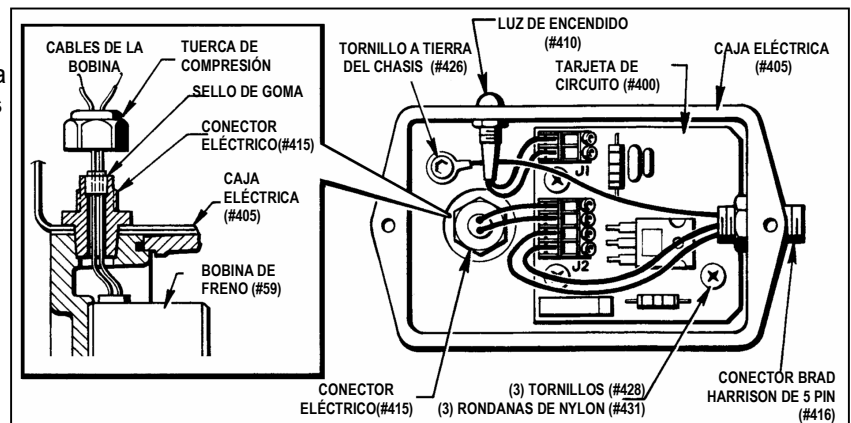

Figura 7.5 - Caja de Conexiones sin la tapa para los Tamaños MSB8, MSB9 y MSB10
(Vea Figura 7.5)
6. Ponga las (2) Rondanas Planas (# 274) y (2) Tuercas (# 315) a los (2) ejes de la Palanca de Liberación Manual (# 189). **Use Loctite azul No. 242 y apriete a un par de 25 Lb. ft.**
7. Coloque el Sello de Goma en los cables de la Bobina y jale de los cables a través de él, tomando toda la holgura en los cables. Asiente el Sello de Goma en la parte roscada del Conector Eléctrico (# 415). Apriete la Tuerca de Compresión. (Vea la figura 7.5 o 7.6)
8. Conecte los Cables de la Bobina a la Tira de Terminales J1 de la Tarjeta de Circuitos (# 400) y coloque la tapa de la Caja de Conexiones. (Vea la figura 7.5 o 7.6).
10. Una el ensamblaje de la Carcasa Trasera con (4) Tuercas Hexagonales (# 261) y (4) Rondanas de Presión (# 127). **Apriete a un par de 60 Lb. Ft.**